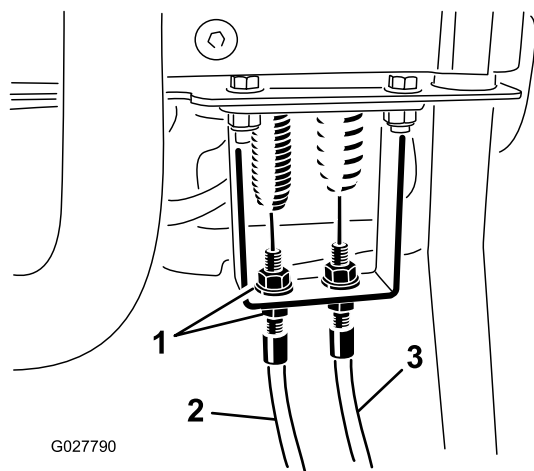

Figura 51
3. Sulla paratia della maniglia di comando, allentate il cavo di comando del cilindro in modo da creare un imbando (Figura 51).